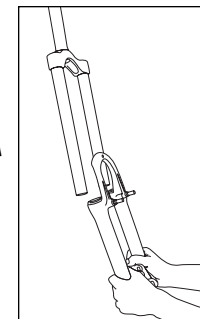
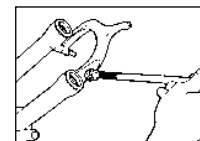

Fig. 6
Fig. 7
- Faites glisser l'ensemble monocoque du tube inférieur hors de son logement (voir Fig. 6). Retirez les gaines de fourche.
Appliquez un peu de Judy Butter Nouvelle Formule sur la surface des gaines supérieures et remplissez la poche située entre les rebords du Resi-wiper (fig. 6). Utilisez une extension de douille enveloppée d'un sparadrap trempé dans du Judy Butter pour atteindre l'intérieur des tubes inférieurs (voir Fig. 7).